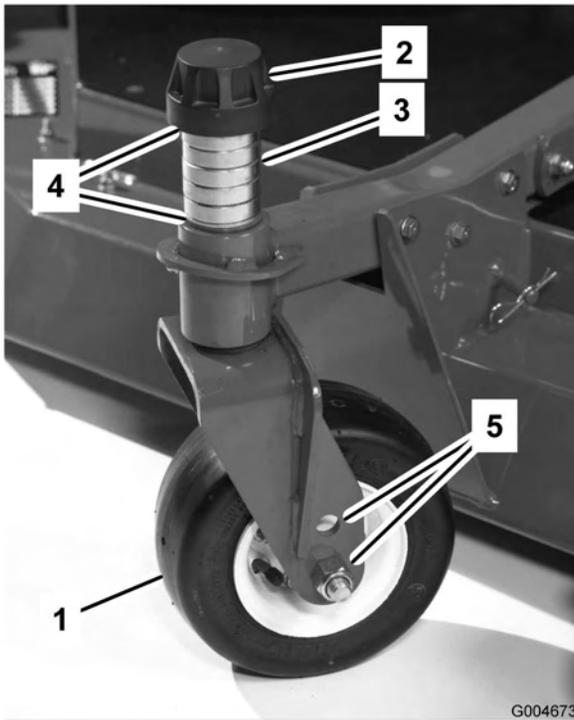

Figura 14
- Retire el casquillo tensor del eje (Figura 14) y deslice el eje fuera del brazo de la rueda giratoria. Coloque los dos suplementos (3 mm) en el eje de la misma forma que en la instalación original. Estos suplementos son necesarios para obtener el mismo nivel en toda la anchura de las unidades de corte. Coloque el número adecuado de espaciadores de 13 mm (consulte la tabla siguiente) en el eje para conseguir la altura de corte deseada, luego coloque la arandela en el eje.